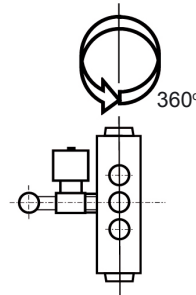

Abb. 2a
- Vertikale Lage; die Ventile können in beliebiger Ausrichtung eingebaut werden, der Spulenschaft muss jedoch nach oben weisen (Abb. 2a)